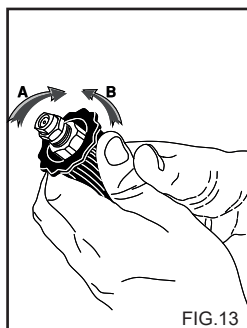

FIG.13
USO DELLA TESTINA REGOLABILE (Fig. 13)
- 2) Azionare l'idropulitrice, aprire il rubinetto detergente (se presente), attivare il comando di aspirazione del detergente presente sulla lancia (fig. 13) e cospargere la superficie da lavare agendo dal basso verso l'alto. Lasciare reagire per alcuni minuti.